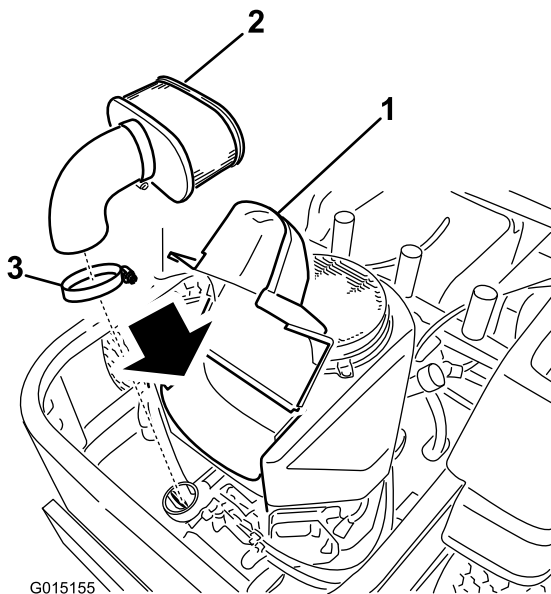

Figura 42
3. Limpe em torno da cobertura do filtro do ar para evitar que a sujidade entre no motor e cause danos e levante a cobertura e retire a braçadeira de tubos que fixa a estrutura de filtragem ao motor (Figura 42).
4. Solte o dispositivo de abraçadeira de tubos e retire o elemento de papel (Figura 42).